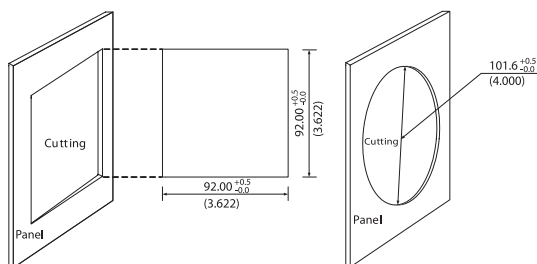

图2.3：面板切割
1. 在开关装置的面板上切一个方孔或圆孔。切割尺寸如图2.3所示。 -单位：毫米（英寸）